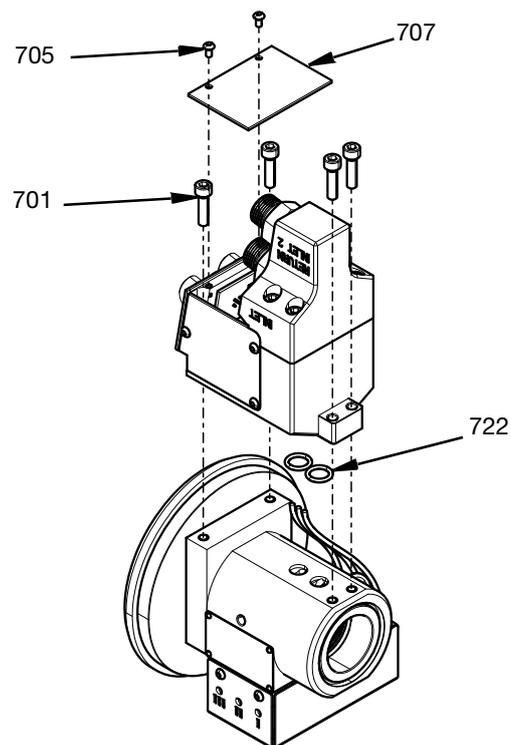

FIG. 18
- Снимите верхнюю крышку (707), вывернув два винта М3 крышки (705).
- После этого можно снять четыре винта М5 (701), отделив таким образом соединительный корпус от поворотной камеры.
Теперь имеется доступ к датчикам и штепселям. Старые уплотнительные кольца (722) следует заменить на новые. См. FIG. 18.